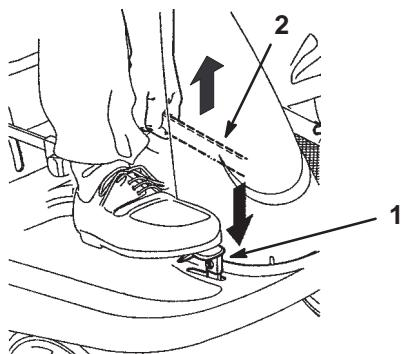

Figure 2
1. Appuyez sur la pédale de frein (Fig. 2) et maintenez-la enfoncee.
2. Relevez le levier de frein de stationnement (Fig. 2) et relâchez progressivement la pédale de frein.
2. Appuyez sur le levier du frein de stationnement (Fig. 2) et relâchez progressivement la pédale de frein.